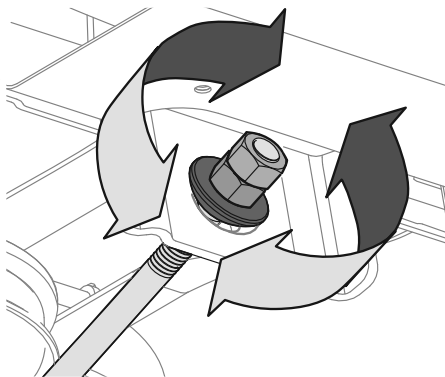

Figura 28
4. Para *eleva*r el frente de la plataforma, afloje la tuerca exterior y luego apriete (rosca hacia adentro) la tuerca interior contra el soporte de suspensión delantera. Consulte la Figura 28. Cuando se logre el torque correcto, vuelva a apretar la tuerca exterior hasta 25-30 pies-libras (34-40.7 N-m).
5. Para *baja*r el frente de la plataforma, afloje la tuerca exterior y luego afloje (rosca hacia afuera) la tuerca interior, alejándola del soporte de suspensión delantera. Consulte la Figura 28. Cuando se logra el ajuste correcto, vuelva a apretar la tuerca exterior.